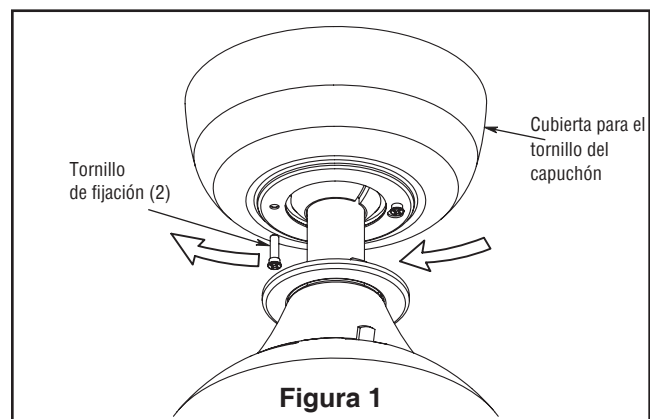

Figura 1
- ☐ 1. Retire uno de los dos tornillos de reborde de la abrazadera para colgar. Afloje el segundo tornillo de reborde sin retirarlo del todo. Ensamble la base girando el chavetero de la base sobre el tornillo de reborde de la abrazadera para colgar. Ajuste el tornillo de reborde. Ensamble por completo el segundo tornillo de reborde que antes había retirado y ajústelo. (Figura. 1)
1. Deslice la pala a través de la ranura y asegúrela utilizando los tornillos de cabeza de tuerca de 3/16-24x12.5 mm y las arandelas de fibra. (Figura 1)